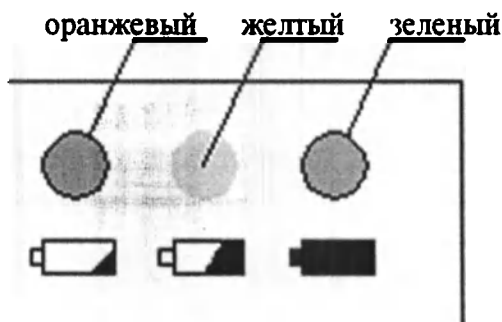
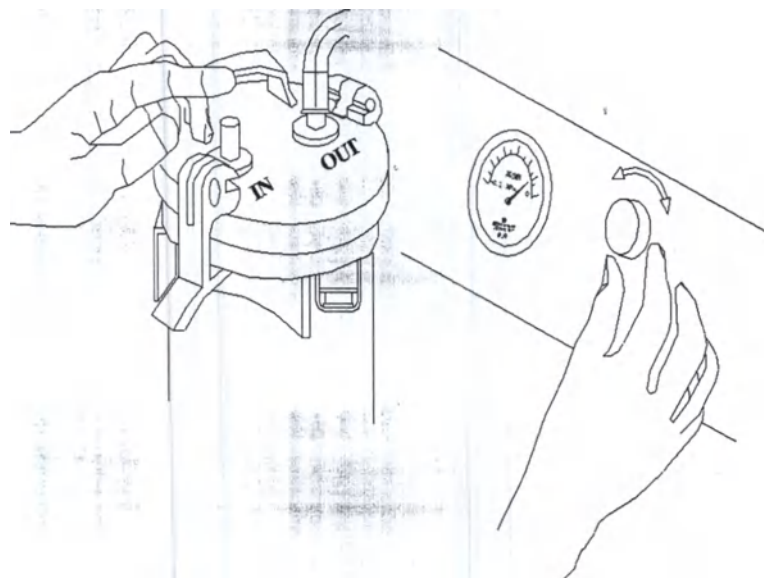

Рис. 9 Уровень заряда аккумулятора
Рис.10 Проверка трубок
- Отсоедините шнур питания адаптера от сети питания, затем включите устройство. Если загорятся оранжевый, желтый и зеленый светодиоды, это означает, что аккумулятор полностью заряжен (см. рис.9).
Перед использованием проверьте устройство в соответствии с процедурой сборки и убедитесь, что ваш всасывающий блок находится в разреженном состоянии. Проверьте исправность прибора. Для уменьшения скорости отсасывания, поворачивайте ручку регулятора против часовой стрелки до тех пор, пока на вакуумметре не будет установлено требуемое значение уровня вакуума (см. Рис. 9). Затем подключите к прибору продезинфицированную всасывающую трубку и одноразовый катетер, предварительно продезинфицировав шланг отсоса (см. Рис. 10 и 11). Прибор готов к работе.